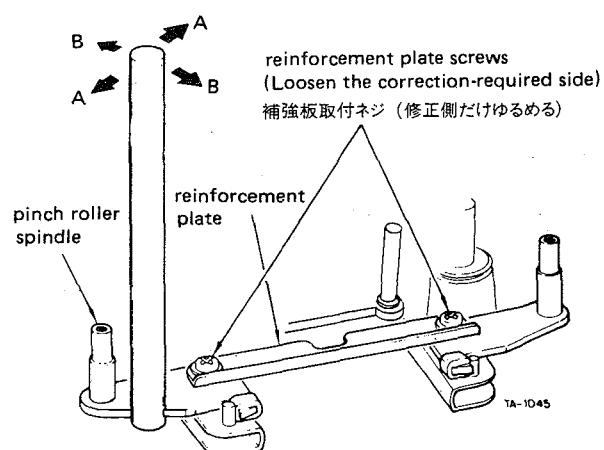

Fig. 2-15 Pinch roller/capstan alignment
3. If not parallel, loosen the reinforcement plate screw near the correction-required side (Refer to Fig. 2-15), then correct tilt of pinch roller spindle using correction jig. (Part No. 573600100). Adjustment can be done by tilting correction jig in direction of arrow A or A'.
5. If needed, adjust by tilting correction jig in direction of arrow B or B' in Fig. 2-15.
2. If necessary, adjust pinch roller alignment as shown in Fig. 2-15.
3. 平行でない場合は、調整棒を使用して図2-15に示す、A又はA'方向にピンチ・ローラ軸の傾きを修正する。(調整棒は出来るだけピンチ・ローラ軸に近い位置にセットして下さい)。(調整棒 品番573600100)
平行でない場合は、調整棒を使用して図2-15に示すB又はB'方向にピンチ・ローラ軸の傾きを修正する。
2. もし変化する場合は図2-15の方法でピンチ・ローラ軸の傾きを微調整する。